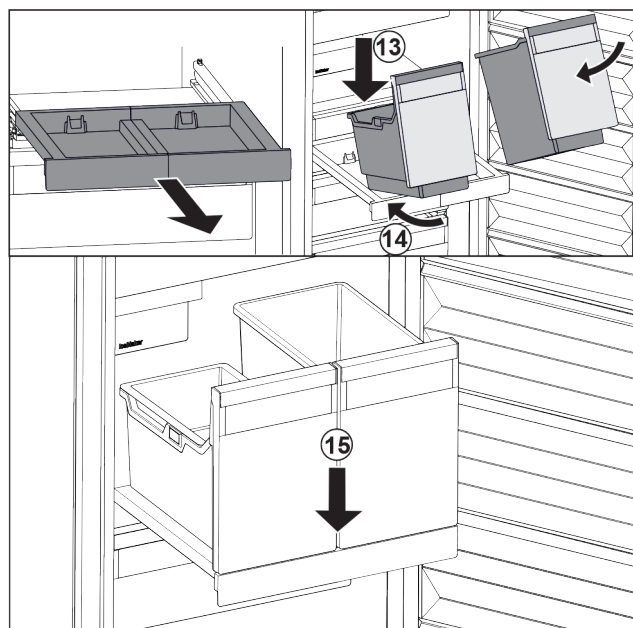

Fig. 197
- ▶ Așezați recipientele oblic pe raftul extractibil. Fig. 197 (13)
- ▶ Insertați recipientul oblic spre partea posterioară. Fig. 197 (14)
- ▶ Depuneți recipientul în față. Fig. 197 (15)